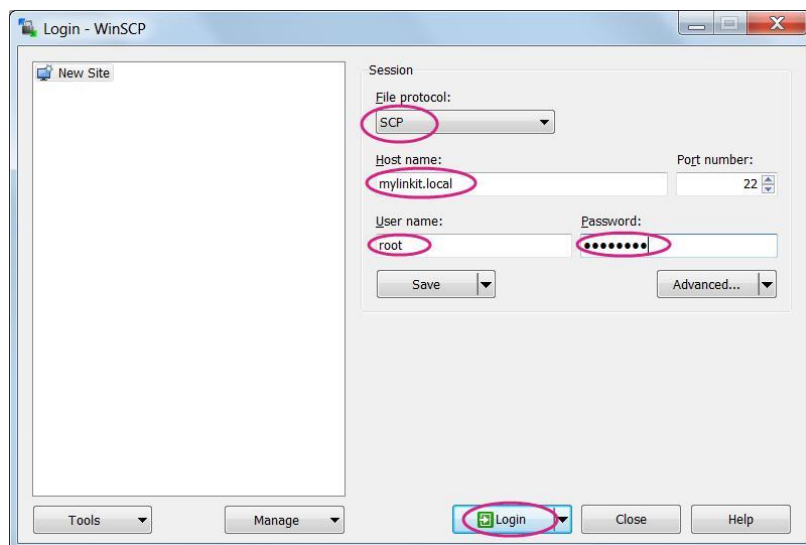

图 34 WinSCP 登录窗口
- b) 在 File protocol 栏选择 SCP，在 Host name 栏输入 **mylinkit.local**，在 User name 栏输入 **root**，再输入您在 Web UI 中设置的密码，点击登录，如图 34 所示。